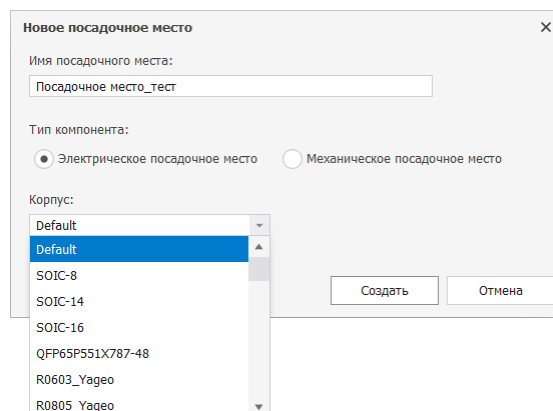

Рис. 76 Ввод наименования и выбор параметров посадочного места
2.2. В окне «Новое посадочное место» заполнить поля и выбрать необходимые элементы, см. Рис. 76